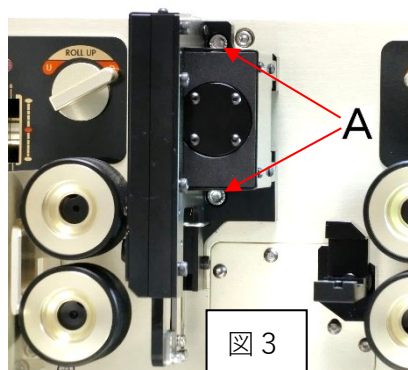

図 3
〈図 3 参照〉
(5) カッターブロックを取り付けます。カッターブロック側の凹凸、ピンと、C373G 本体側の凹凸、ピンを正確に合わせ取り付け、図3のAの M6 キャップスクリューを締めて下さい。